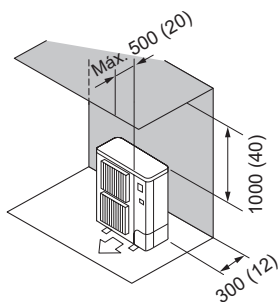

Fig. 2-7
(2) Obstáculos sólo en la parte trasera y superior (Fig. 2-7)